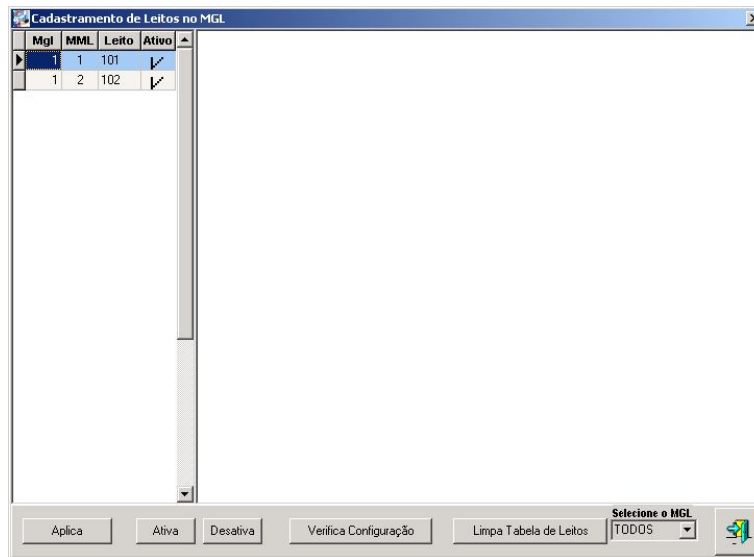

Figura 17 – Carregando os Leitos no MGL
- Clique na opção "*Carga da Tabela de Leitos no MGL*" do menu "*Cadastro*" para abrir a janela mostrada na **Figura 17**, acima.
- Na tabela de leitos da janela mostrada na **Figura 17**, clique no leito que você pretende ativar ou desativar.